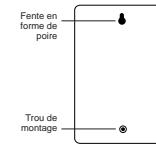

FIGURE 19 : Arrière du boîtier du programmateur
- Glissez la fente en forme de poire, située à l'arrière du programmateur, sur la vis en saillie [voir la figure 19].